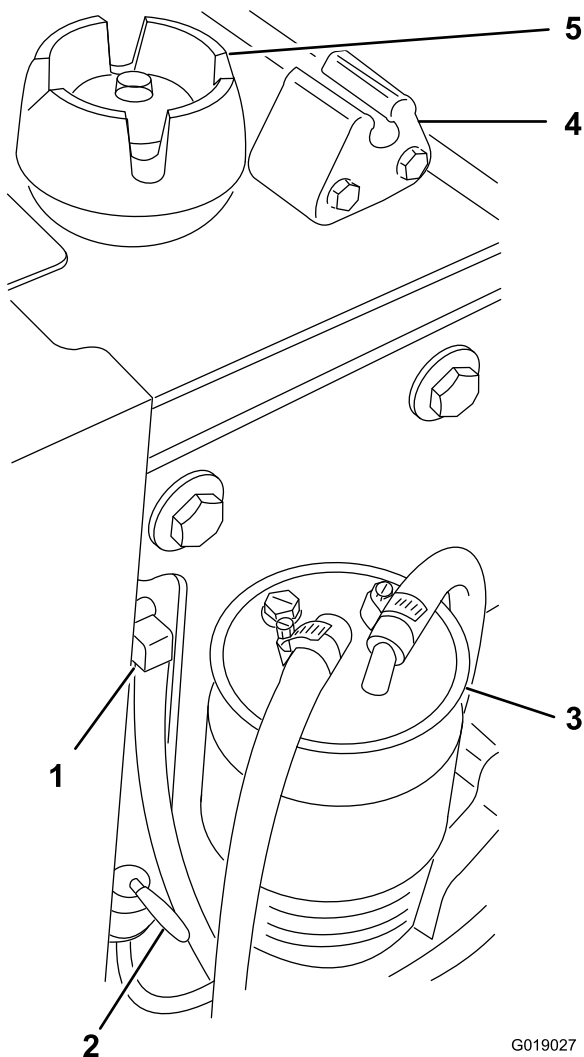

Figura 24
4. Retire el tapón del depósito de combustible y el sensor (Figura 24).
6. Instale el tapón de combustible y el sensor (Figura 24).